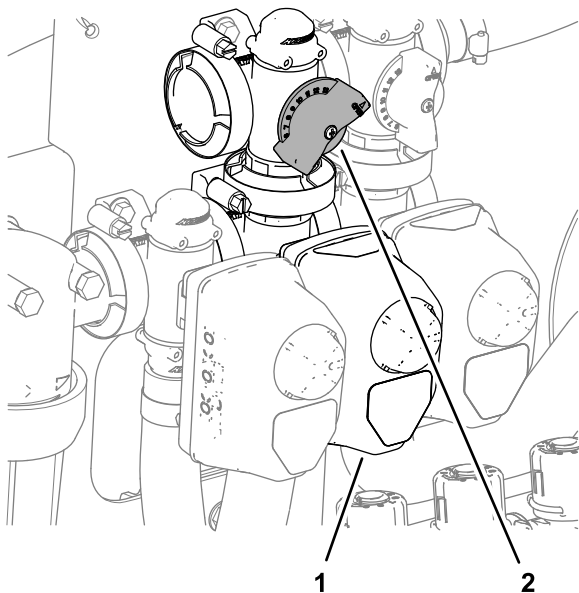

Figura 277
2. Ajuste la válvula de desvío de agitación (Figura 277) hasta que el indicador indique una presión del sistema de fumigación de 6.89 bar (100 psi).